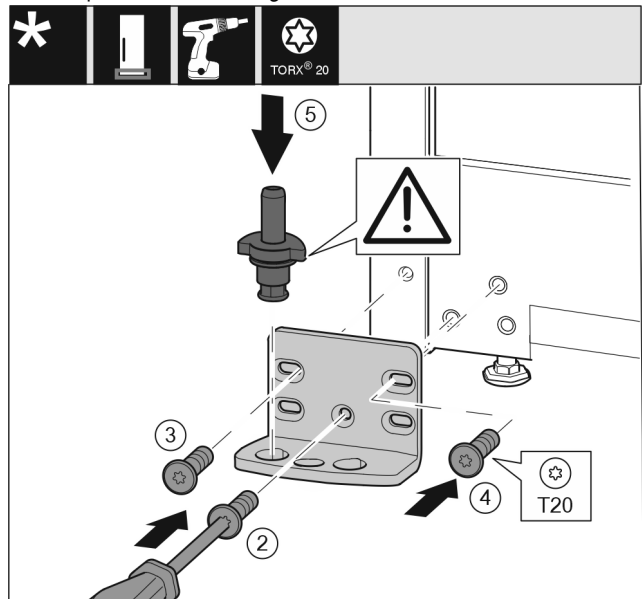

Fig. 15
- ▶ Monter lagerbukken på den andre siden, og skru den på med en skrutrekker T20. Begynn med skruer 2 nederst i midten. Fig. 15 (2)
- ▶ Skru fast skruer 3 og 4. Fig. 15 (3,4)
- ▶ Sett lagerbolten fullstendig på. Pass samtidig på at låsebolten peker bakover. Fig. 15 (5)